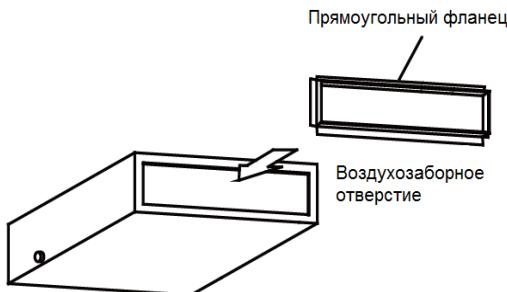

Рис. 4.34
- ① Под максимально допустимой длиной воздуховода подразумевается максимальная длина приточного воздуховода плюс максимальная длина заборного воздуховода.
- ② Воздуховод имеет прямоугольное сечение и подключается к воздухозаборному или воздухораспределительному отверстию внутреннего блока.
(2). Прямоугольный фланец по умолчанию подключается сзади, а заглушка воздухозаборного отверстия – снизу (см. рис. 4.34).